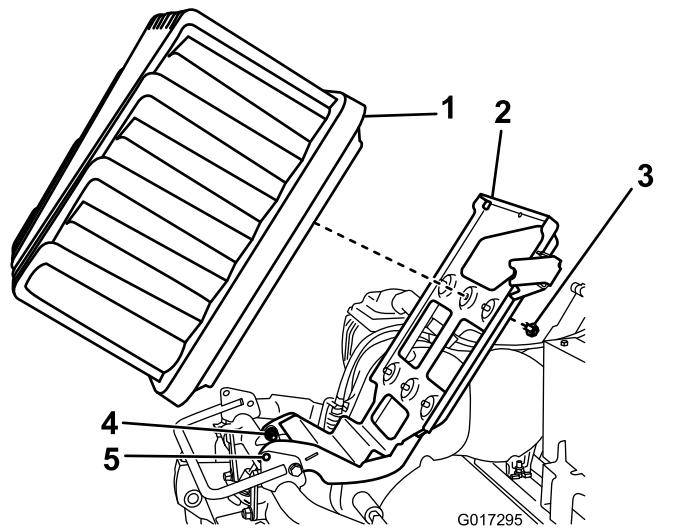

Figura 13
5. Allentate i 2 dadi/bulloni di rotazione di mezzo giro ciascuno (Figura 13).
6. Sollevate la piattaforma della batteria fino ad allineare i fori di bloccaggio alla base e sul telaio (Figura 13).